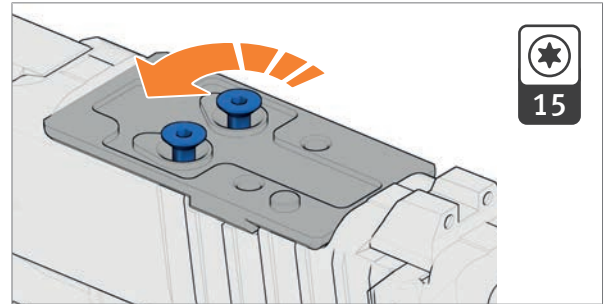

Abb. 41: Schrauben lösen
2. Schrauben mit Schraubendreher lösen (Abb. 41).